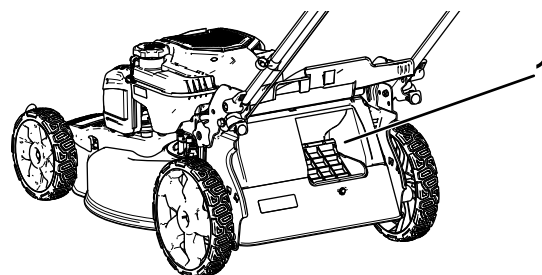

Figure 18
**Important:** Pour que le ramassage s'effectue correctement, coupez le moteur, attendez l'arrêt de toutes les pièces mobiles et enlevez les déchets d'herbe ou autres qui se trouvent sur le volet de ramassage sur demande et l'ouverture (Figure 18) avant de changer la position du levier de ramassage sur demande.